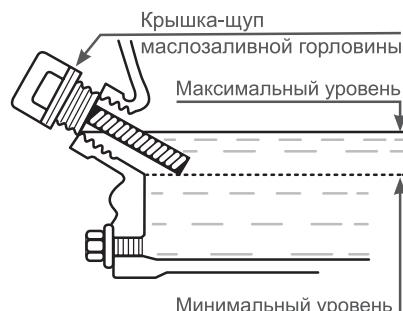

Рис. 7 Проверка уровня масла в картере
! Максимальный уровень масла в картере соответствует нижней кромке заливного отверстия (Рис. 7).
4. Аккуратно извлеките щуп и осмотрите его. Уровень масла должен соответствовать верхней отметке на щупе. При недостаточном уровне масла в картере необходимо долить чистое масло до верхней отметки на щупе, что соответствует нижней кромке заливного отверстия (Рис. 7).